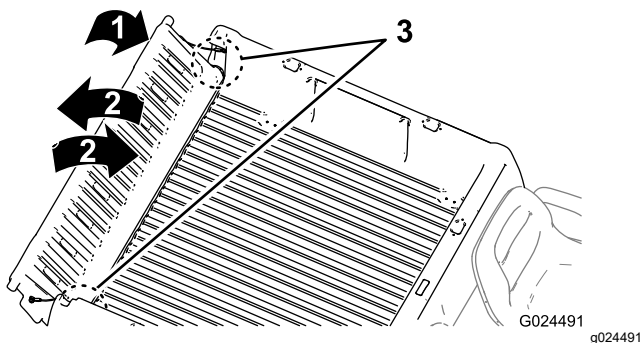

Рисунок 17
- Установите откидной борт в положение под углом приблизительно 45° (Рисунок 17).
- Короткими движениями, встряхивая, переместите откидной борт назад и вперед несколько раз (Рисунок 17).